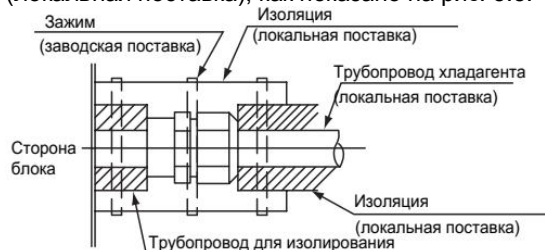

Рисунок 5.5. Изолирование трубопроводов.
(3) После завершения подключения трубопроводов, установите на них изоляцию (локальная поставка), как показано на рис. 5.5.